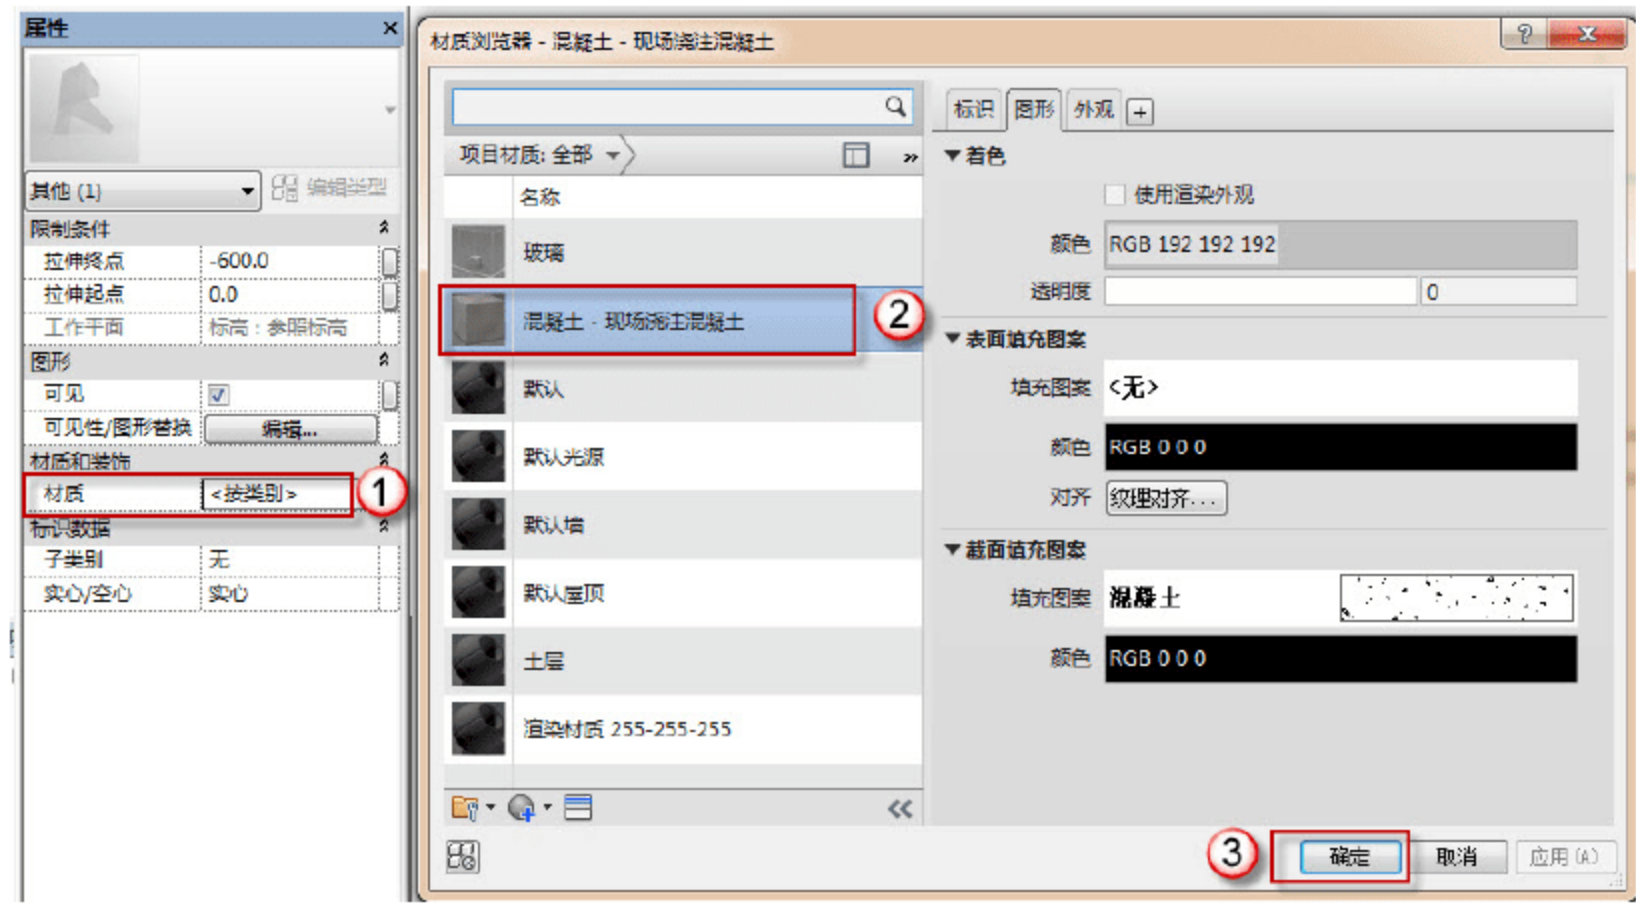

图 2.1.85 添加材质
(8) 添加材质。选择“承台”，在“属性”面板中单击“材质”按钮，在弹出的“材质浏览器”对话框中，依次单击“混凝土-现场浇注混凝土”→“确定”按钮。同样选择“垫层”，在“属性”面板中单击“材质”按钮，在弹出的“材质浏览器”对话框中，依次单击“混凝土-现场浇注混凝土”→“确定”按钮，如图 2.1.85 所示。